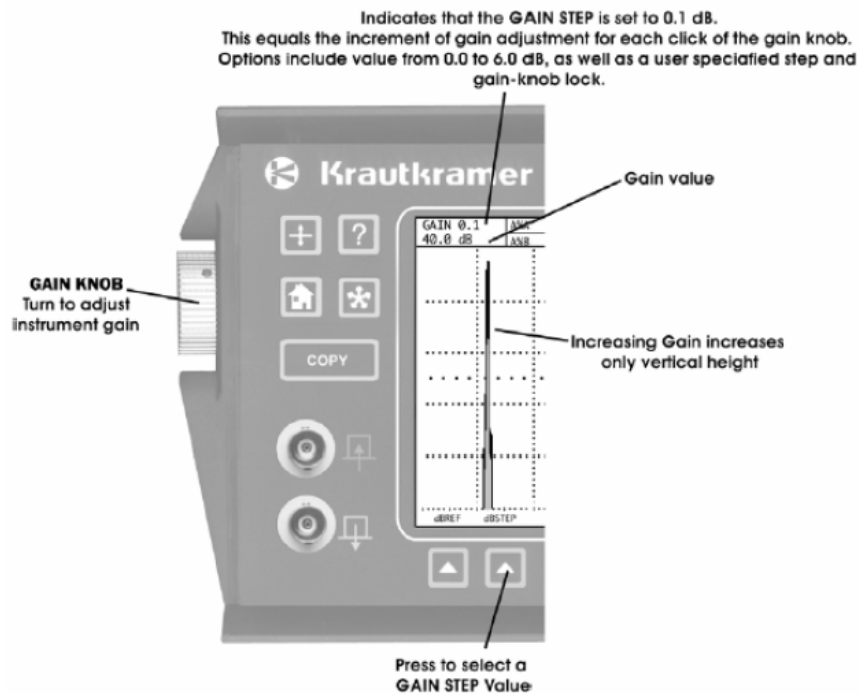

Figura 4-2 Ajuste de la ganancia del instrumento y de la capacidad del ajuste de la ganancia.
La ganancia del instrumento, la cual aumenta y disminuye la altura de las imágenes A scan mostrados, es ajustada con la perilla de ganancia como se muestra en la Figura 4-2. La ganancia del instrumento puede ser ajustada en alguna localización del menú excepto cuando la característica dB STEP es ajustada a LOCK. El usuario deberá notar que la función MASTER LOCK (bloqueo maestro) con el cual aparece  en la barra de iconos, no se bloquea la función del ajuste de ganancia.
Paso 3 – El usuario notará que el valor dB STEP (incremento de la ganancia) según la Figura 4-2, cambia de acuerdo a que se continúe presionando . Los incrementos que se encuentran disponibles incluyen: 0.1, 0.5, 1.0, 2.0, 6.0 dB, cada paso en dB definidos por el usuario (sí uno ha sido definido) y LOCK (bloqueo). Para especificar un valor de dB STEP definido por el usuario, se explicará en el siguiente procedimiento del manual. El usuario notará que el ajuste en dB STEP a LOCK previene desajustes en ganancia del instrumento así como también los cambios usando la perilla. También notará que el ajuste de dB STEP puede ser cambiado desde el submenú GAIN ubicado en el menú PLSRCVR.